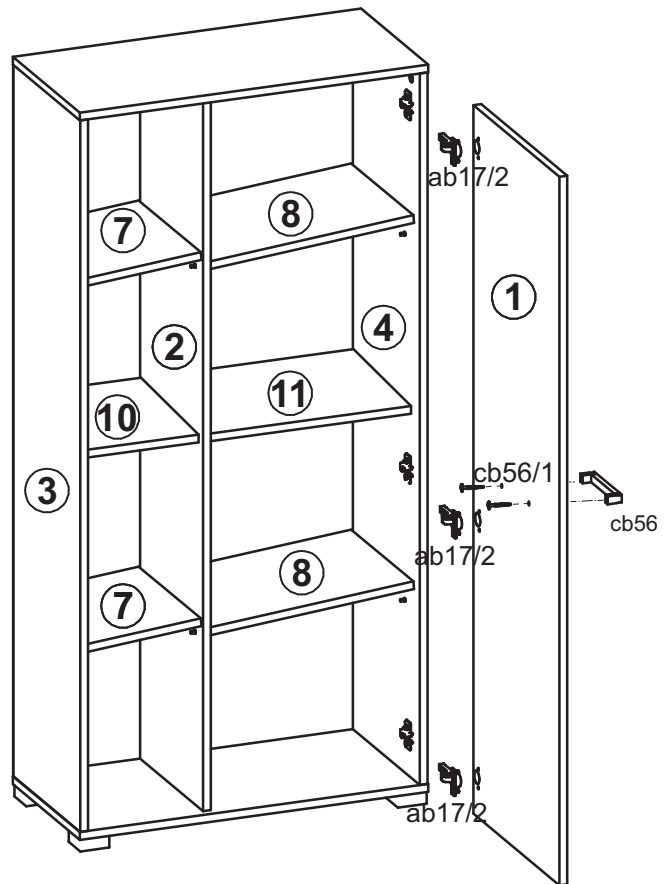

Рисунок 7
11. Положить дверь **1** фасадной поверхностью вниз на ровную поверхность и закрепить на ней петли шарнирные **ab17/2** при помощи шурупов **p25**, навесить дверь **1** на корпус шкафа, совместив петли шарнирные **ab17/2** с ответными планками петель **ab17/1**. При необходимости отрегулировать положение дверей вращая регулировочные винты (см. рис. 7)
12. На внутренней поверхности двери **1** в отверстия **Ø5мм** вставить шурупы **cb56/1**. совместить отверстия ручки **cb56** с резьбой шурупов и завернуть шурупы **cb56/1**, удерживая ручку (см. рис. 7).
13. Установить полки переставные **7,8** на полкодержатели **d1** (см. рис. 7). **ВНИМАНИЕ!** В комплекте фурнитуры имеется лента фиксирующая **n26** с шурупом **p25** и дюбель **f35** с шурупом **p17** для крепления изделия к стене в целях предотвращения его опрокидывания. Для этого необходимо в месте установки изделия разметить и просверлить с помощью электродрели отверстие в стене на **30 мм** ниже уровня детали **5** изделия, забить с помощью молотка дюбель в отверстие в стене, закрепить ленту фиксирующую **n26** шурупом **p25** к задней кромке детали **5** изделия, завернуть шуруп в дюбель сквозь отверстие в ленте фиксирующей **n26**.